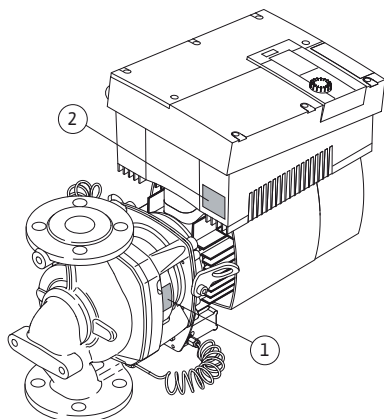

fig.10: Collocazione delle targhette dati:
- La targhetta dati pompa (fig. 10, pos. 1) contiene il numero di serie (Ser.-No.../...), che è necessario ad es. per l'ordinazione delle parti di ricambio.
- La targhetta dati modulo elettronico (modulo elettronico = inverter o convertitore di frequenza) (fig. 10, pos. 2) indicata la denominazione del modulo elettronico utilizzato.